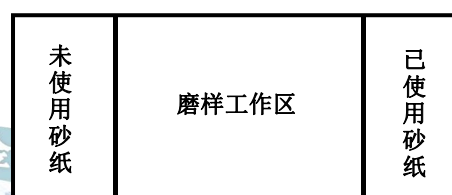

图 1 磨样工位及砂纸摆放顺序示意图
1. 在正式磨样前，清理工作台面的灰尘或磨料颗粒，以免影响磨样质量。建议如图 1 所示摆放砂纸。